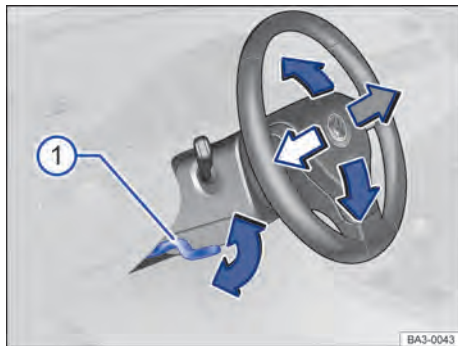

Fig. 62 Embaixo e à esquerda do volante junto com o revestimento da coluna de direção: alavanca de ajuste da posição do volante.
- Empurrar a alavanca para baixo segurando-a pelo seu manipulador → Fig. 62 ①.